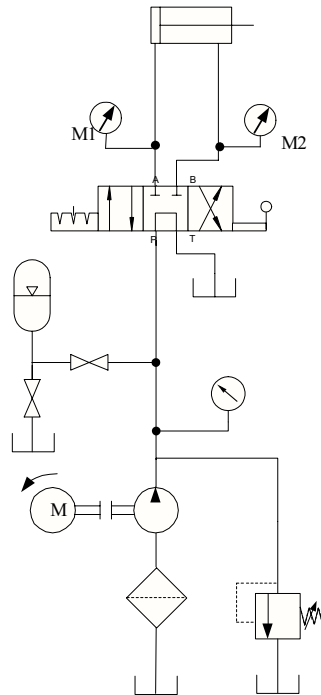

Figura 7.3. Circuito hidráulico con acumulador.
15. Armar el circuito hidráulico, que se muestra en la figura 7.3, mantener la válvula de alimentación al acumulador abierta y la de descarga del acumulador cerrada.